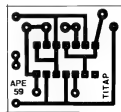

FIG. 3
- FIG. 3 - LAY OUT DO CIRCUITO IMPRESSO ESPECÍFICO - A plaquinha tem um desenho de seus áreas cobreadas extremamente simples (graças à reduzida quantidade de componentes...) e a cópia/traçagem das ilhas e pistas (cujo padrão é visto em tamanho natural, na figura...) não deverá oferecer problemas ou dificuldades, mesmo aos menos habilidosos... Depois da corrosão, limpeza, furação e nova limpeza, insistimos na necessidade de se conferir tudo com bastante atenção, confrontando a face cobreada do Impresso com o diagrama, e corrigindo eventuais defeitos, falhas, "curtos", etc. Lembramos, pela "ênfima" vez, que tais eventuais correções são muito fáceis de serem feitas **antes** dos componentes estarem posicionados e soldados... Já **depois** disso, torna-se um real problema "remendar" eventuais defeitos verificados na placa (além do que, também **encontrar** os tais defeitos fica mais difícil...).